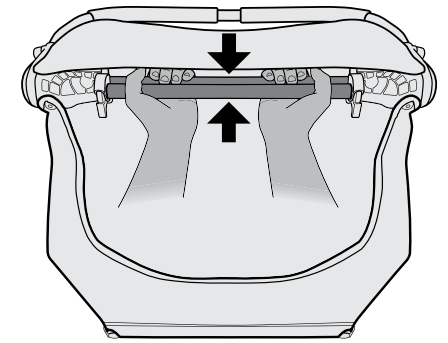

Abbildung 3
3. Drücken Sie die Rahmenrohre zusammen, bis diese fest einrasten (Abbildung 3).